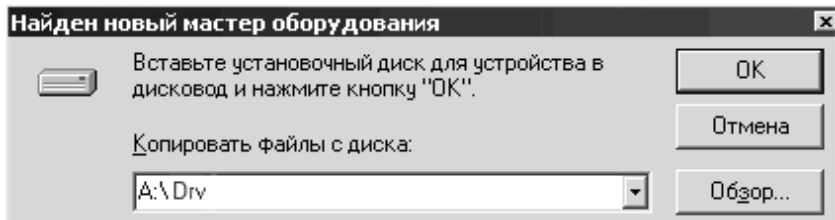
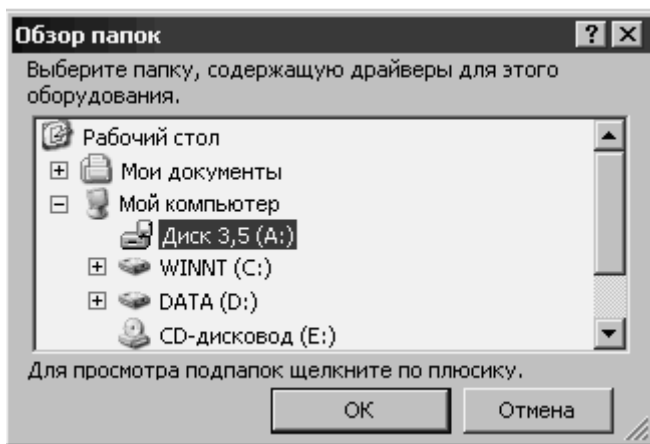

Рисунок 9 – Выбор места размещения драйвера
Рисунок 10 – Определение местонахождения драйвера
3) В окне выбора места размещения драйверов укажите «A:\ Drv» (см. рисунок 9) или, нажав кнопку **Обзор**, в открывшемся окне **Обзор папок** (см. рисунок 10), используя средства навигации Windows, укажите папку с файлами драйверов считывателя.